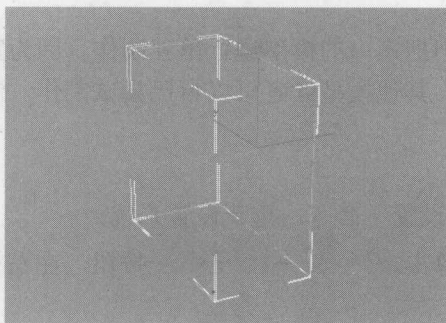

图 1-20 调整后的点的位置
(5) 在顶视图中框选最上面的点并调整其位置。在透视图中的效果如图 1-20 所示。